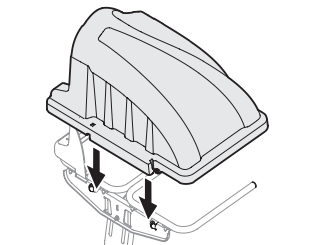

Figura 8
4. Instale la cubierta de la embolsadora en el conjunto de soporte de la bolsa, como se ve en la Figura 8. La cubierta plástica va dentro de las dos lengüetas de montaje.